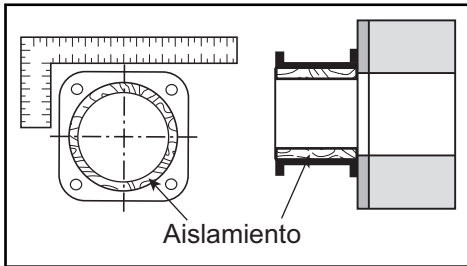

Figura 3.2 Instalación de la extensión de montaje
4. Atornille la extensión de montaje a la carcasa del horno. Véase la figura 3.2.